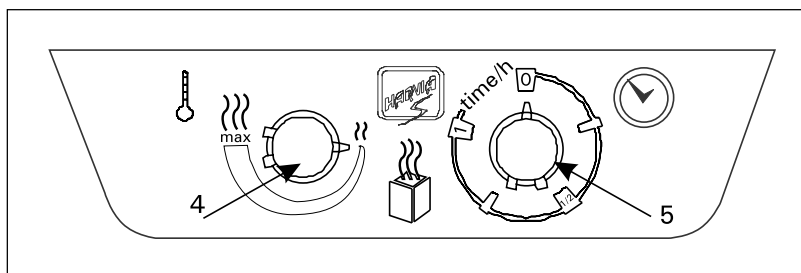

рис. 4. Панель управления
При открытии крышки (1) и воздушного клапана (2) каменки теплый воздух, прошедший между горячими камнями (ок. 310 °С) и нагревательными элементами, начинает нагревать парильню. Для поддержания выработанной в период минимального нагрева тепловой энергии под воздействием потоков воздуха и охлаждающего влияния воды необходимо включить мощность каменки с помощью таймера (5). Таймер включает каменку на один час. См. рис. 4.